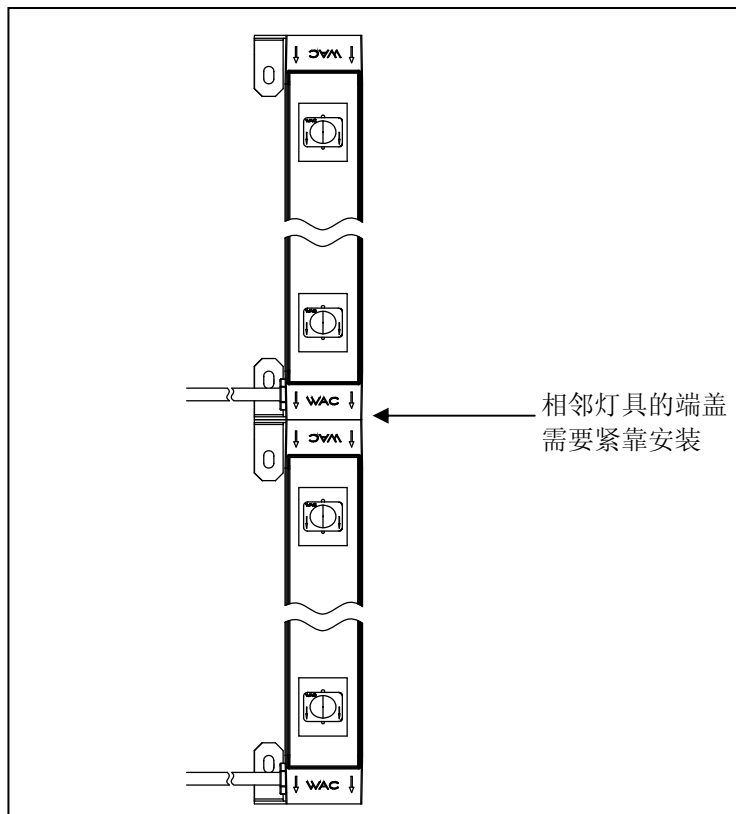

图 4
3. 安装灯具时，两相邻灯具的端盖需要紧靠安装，如图4所示。